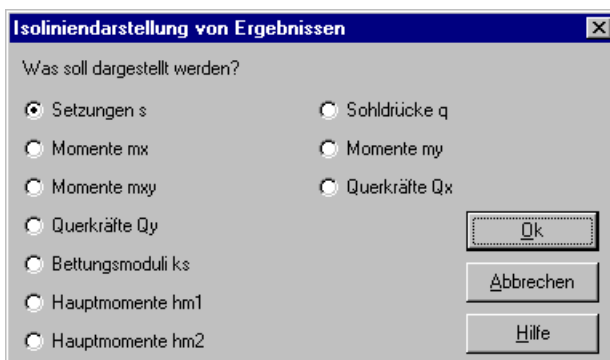

Bild 3-44 Optionsfeld "Isoliniendarstellung von Ergebnissen"
- Wählen Sie "Isoliniendarstellung von Ergebnissen" aus dem "Graphik"-Menü des Programms *ELPLA-Graphik*. Das folgende Optionsfeld im Bild 3-44 erscheint